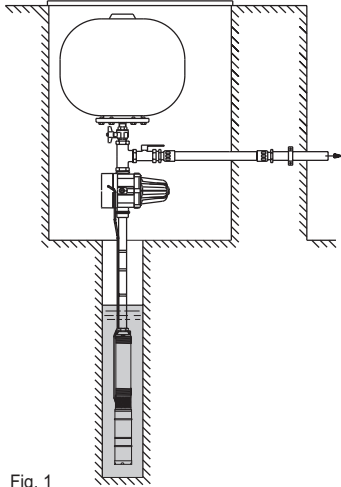

Fig. 1
- Макс. сила тока: 16 (8) A (1,5 кВт)
**ГИДРАВЛИЧЕСКОЕ СОЕДИНЕНИЕ (рис. 1)**